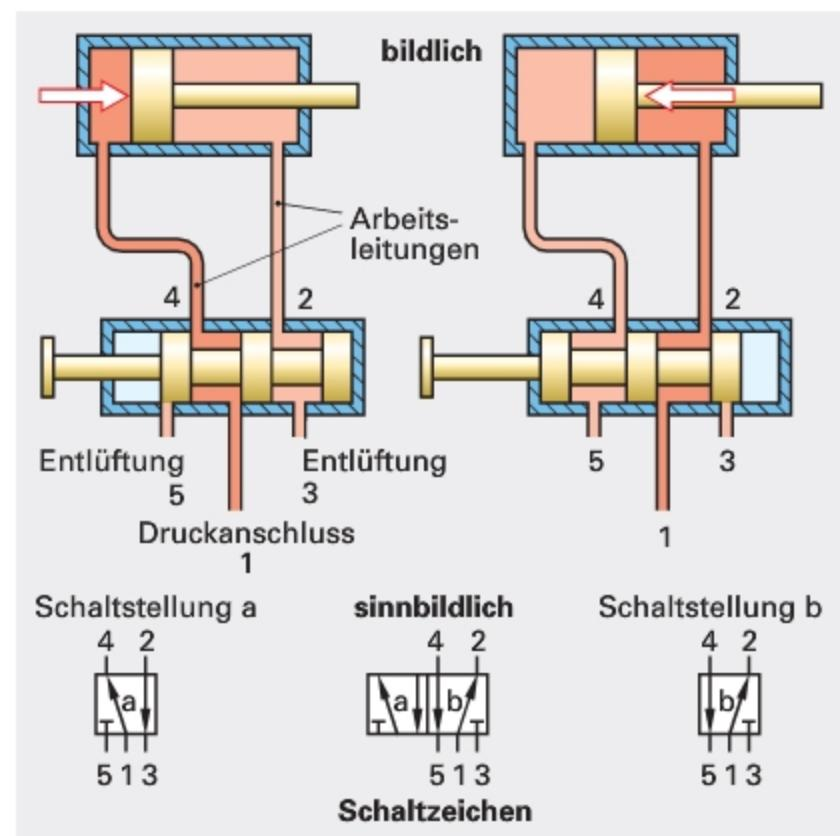

Bild 1: Darstellung von Wegeventilen
**Bezeichnung der Anschlüsse.** Bei pneumatischen Wegeventilen werden der Druckanschluss, die Entlüftungsanschlüsse und die Anschlüsse der Arbeitsleitungen mit Zahlen (Bild 1), die Anschlüsse hydraulischer Wegeventile dagegen mit Buchstaben bezeichnet (Bilder 2 und 3, Seite 531).